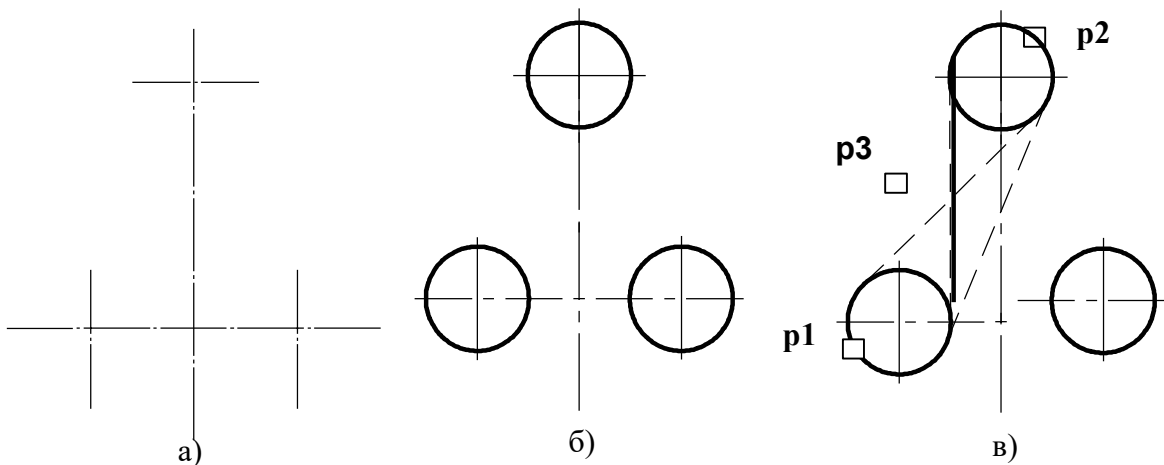

Рис. 2.1. Построение касательных к двум окружностям
Построение касательных к двум окружностям заданных радиусов представлено на рис. 2.1. Вначале рекомендуется изобразить осевые линии, задающие центры окружностей (см. рис. 2.1а). Далее необходимо изобразить сами окружности, к которым строится касательная прямая (рис. 2.1б).
2. Указать графическим курсором произвольную точку (точка p1) на первой окружности, к которой должна быть проведена касательная прямая (рис. 2.1в).
3. Указать графическим курсором произвольную точку (точка **p2**) на второй окружности, к которой должна быть проведена касательная прямая (рис. 2.1в).
4. Выбрать курсором нужную касательную на графической зоне и щелкнуть по кнопке  – Создать объект панели специального управления (точка **p3**) (рис. 2.1в).